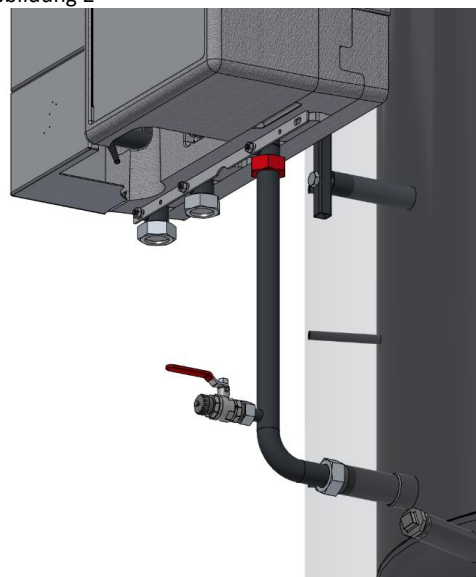
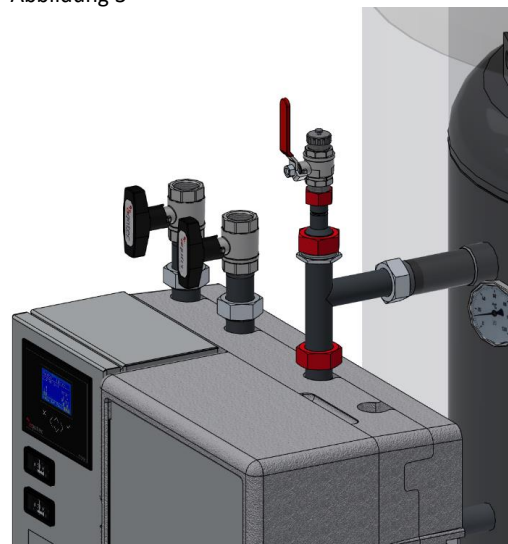

Abbildung 3
Abbildung 4
- Festziehen der vertikalen Verbindungen, siehe Abbildung 3 und Abbildung 4.